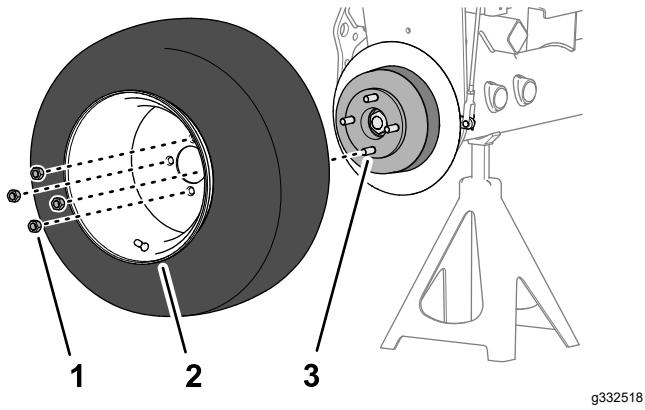

Figure 63
- Retirez les 4 écrous qui fixent la roue avant au moyeu, et déposez la roue (Figure 63).